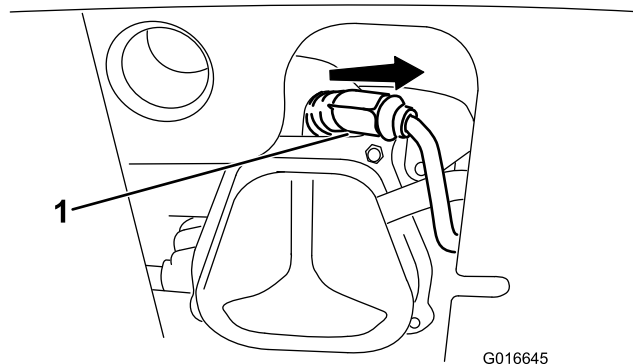

Рисунок 35
1. Снимите изоляционный колпачок (**Рисунок 35**).